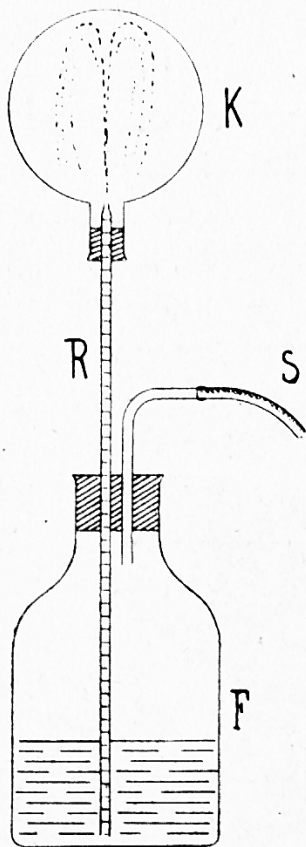

Abb. 61. Wirkung des Luftdruckes.
8. Verschließe die teilweise mit Wasser gefüllte Flasche F (Abb. 61) mit einem doppelt durchbohrten Kork! Führe durch die eine Bohrung die Glasröhre R, welche an ihrem oberen Ende mit dem kleinen Kolben K verbunden ist, und durch die zweite Bohrung ein Knierohr mit dem angeschlossenen Schlauchstück S! Saug an dem Schlauche! Die Luft des Kolbens K entweicht in Blasen durch die Gasröhre R. Gib den